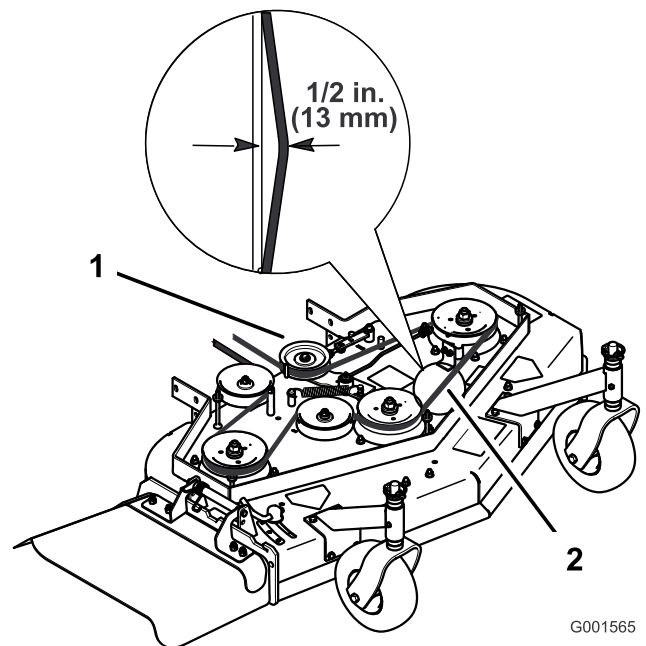

**Figure 44**
**Remarque:** La tension correcte de la courroie du tablier de coupe est de 44-67 N (10-15 lb-pi) avec une flèche de 13 mm (1/2") à mi-chemin entre les poulies (Figure 44 ou Figure 45).
3. Desserrez le contre-écrou sur le tendeur (Figure 44).
4. Tournez le tendeur vers l'arrière du tablier de coupe pour augmenter la tension sur la courroie. Tournez le tendeur vers l'avant du tablier de coupe pour réduire la tension sur la courroie (Figure 44).
**Remarque:** La tension correcte de la courroie du tablier de coupe est de 44-67 N (10-15 lb-pi) avec une flèche de 13 mm (1/2") à mi-chemin entre les poulies (Figure 44).